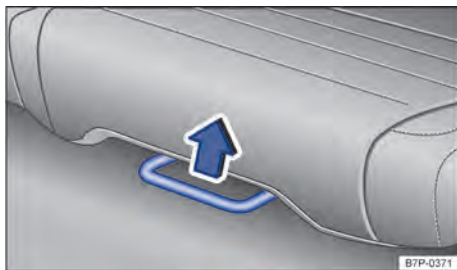

Fig. 65 Embaixo do assento esquerdo do banco traseiro: gancho de regulagem para ajustar o sentido longitudinal.
- Puxar a alça de regulagem no sentido da seta para cima ⇒ Fig. 65.